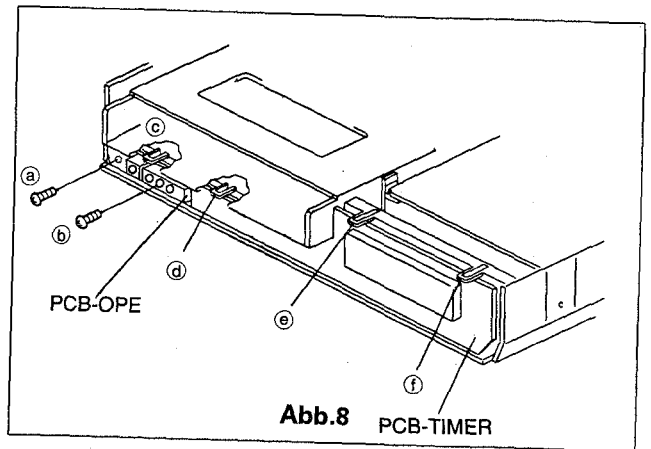

Abb.8 PCB-TIMER
- C. Lösen Sie die vier Klammern (c) ~ (f) und entfernen Sie die Timerplatinen und die Ope-platinen wie in Abb.8.